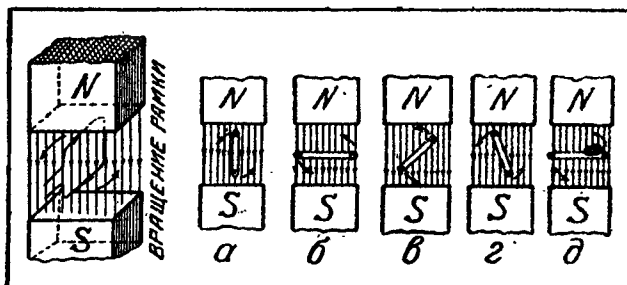

Рис. 5
**Электромотор.** Принцип устройства электрического мотора состоит в следующем: если между полюсами магнита поместить проводник с током, согнутый в виде рамки (рис. 5), то сторона рамки, находящаяся против северного полюса магнита, будет (по правилу левой руки) двигаться в одном направлении, а сторона рамки, находящаяся против южного полюса магнита, будет двигаться в другом направлении, т. е. рамка будет поворачиваться вокруг своей оси. Поворачиваться она будет до тех пор, пока ее плоскость не займет положения, перпендикулярного направлению магнитного потока. Это положение рамки изображено на рис. 5, б.
Если теперь переменить направление тока в рамке, то она будет продолжать свое вращение в прежнем направлении (рис. 5, в).